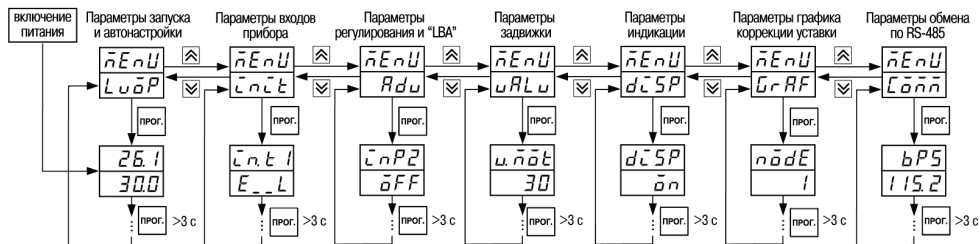

Рисунок 6.1
6.1.2 Основные параметры прибора объединены в семь групп: $Lu\bar{o}P$, $\bar{c}n\bar{c}t$, Rdu , $uRLu$, $d\bar{c}SP$, $GrRF$ и $\bar{C}\bar{o}\bar{n}\bar{n}$, составляющих меню прибора (рисунок 6.1). Полный список программируемых параметров приведен в Приложении Г.